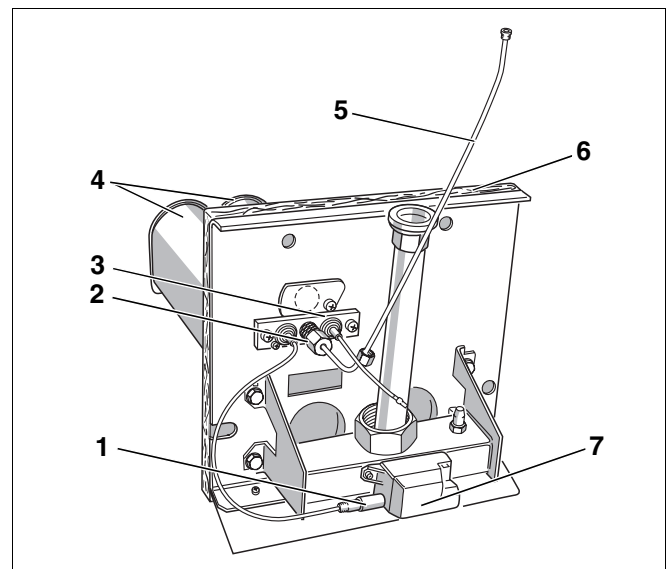

Abb. 51 Brenner reinigen
- Steckverbindung des Zündkabels (Abb. 51, **Pos. 1**) am Zündtrafo (Abb. 51, **Pos. 7**) lösen.
- Verschraubung der Zündgasleitung (Abb. 51, **Pos. 5**) am Startbrenner (Abb. 51, **Pos. 2**) lösen.
- Die beiden Schrauben am Startbrenner (Abb. 51, **Pos. 3**) lösen und Startbrenner vorsichtig herausziehen.
- Brennerstäbe (Abb. 51, **Pos. 4**) in Wasser mit Reinigungsmittel tauchen und abbürsten.
Achten Sie darauf, dass der Wärmeschutz am Brennerschild (Abb. 51, **Pos. 6**) und der Zündtrafo (Abb. 51, **Pos. 7**) nicht nass werden. Schrauben Sie den Zündtrafo gegebenenfalls ab.